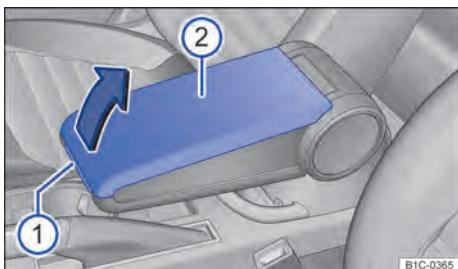

Fig. 91 No descansa-braço central: porta-objetos.
Para *abrir*, pressionar o botão ⇒ Fig. 91 ① e puxar a tampa ② para cima, no sentido da seta.